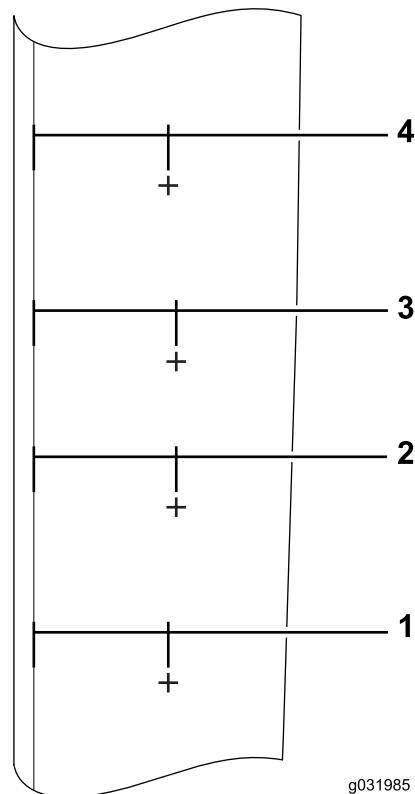

Figura 55
1. Localice y marque los puntos siguientes en la chapa lateral (Figura 54 y Figura 55).